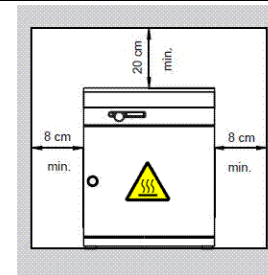

fig. 1
- La separación entre las paredes / techo del laboratorio y la estufa deberá garantizar una circulación de aire suficiente en el entorno del equipo. (ver fig. 1 y 2)